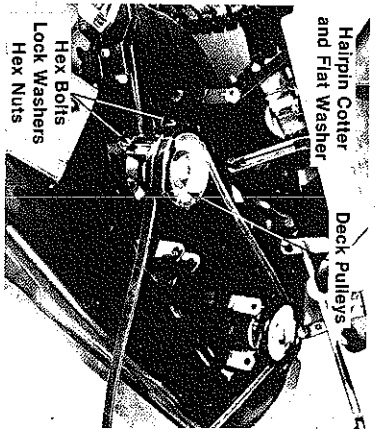

FIGURE 38
5. Débranchez les six liens de la pédale d'embrayage/frein. Voir la figure 38.